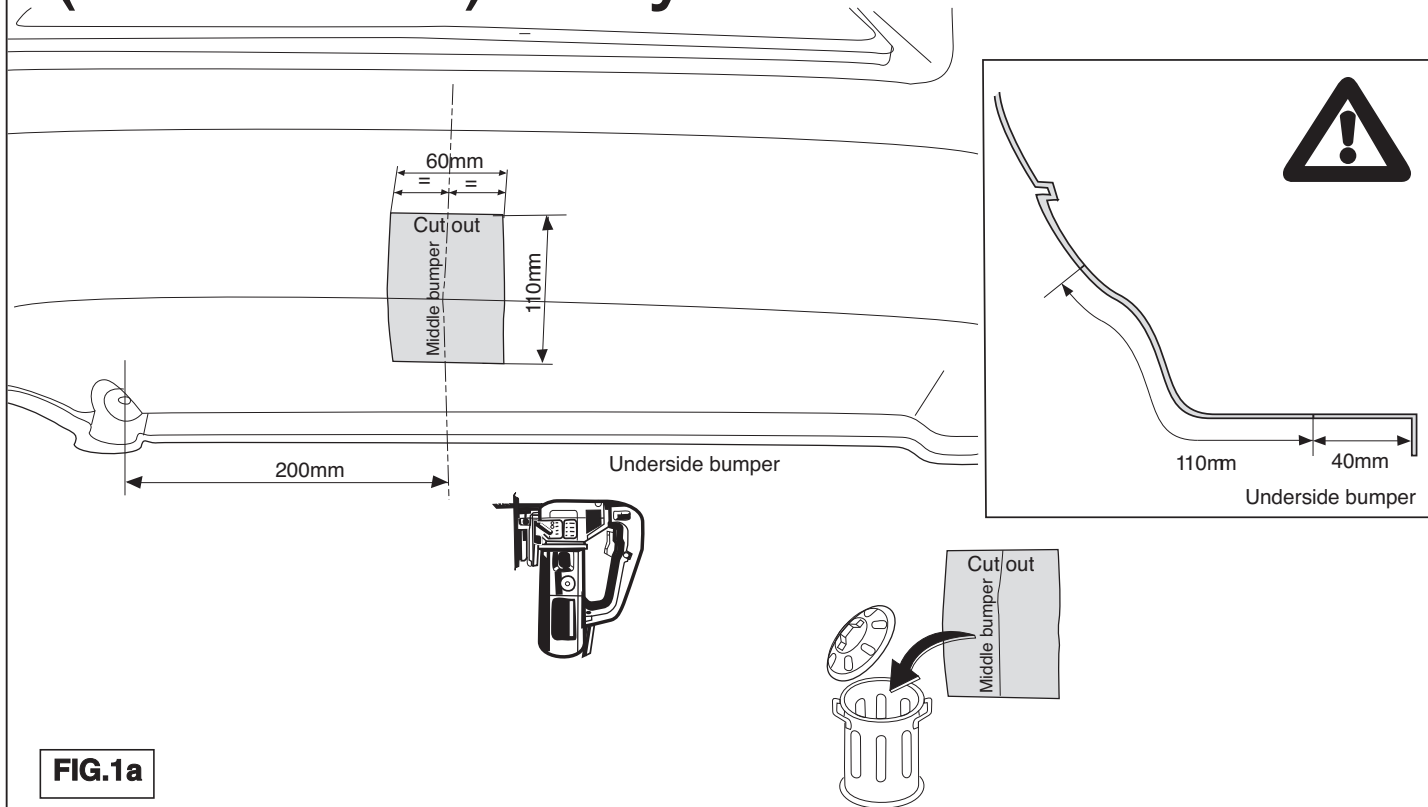

FIG.1a
3. Scier au centre de la partie inférieure du pare-chocs une partie correspondant à la figure 1a/1b Déposer le profilé de fixation métallique indiqué à la fig.2. Ce profilé ne sera pas remis en place.
3. Sav en del ud af kofangeren midt på undersiden jf. fig. 1a/1b Fjern den på fig. 2 viste montageprofil af metal. Profilen anvendes ikke mere.